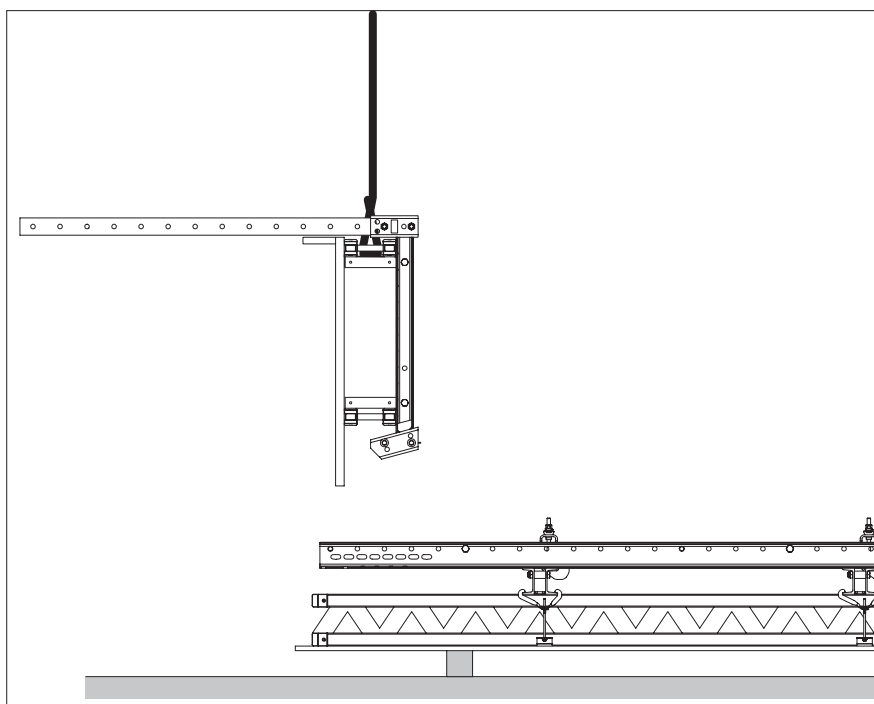

Fig. C1.10
5. Fissare la piattaforma di getto sulla trave per piattaforma alla gru e trasportarla alla cassaforma. (Fig. C1.10)